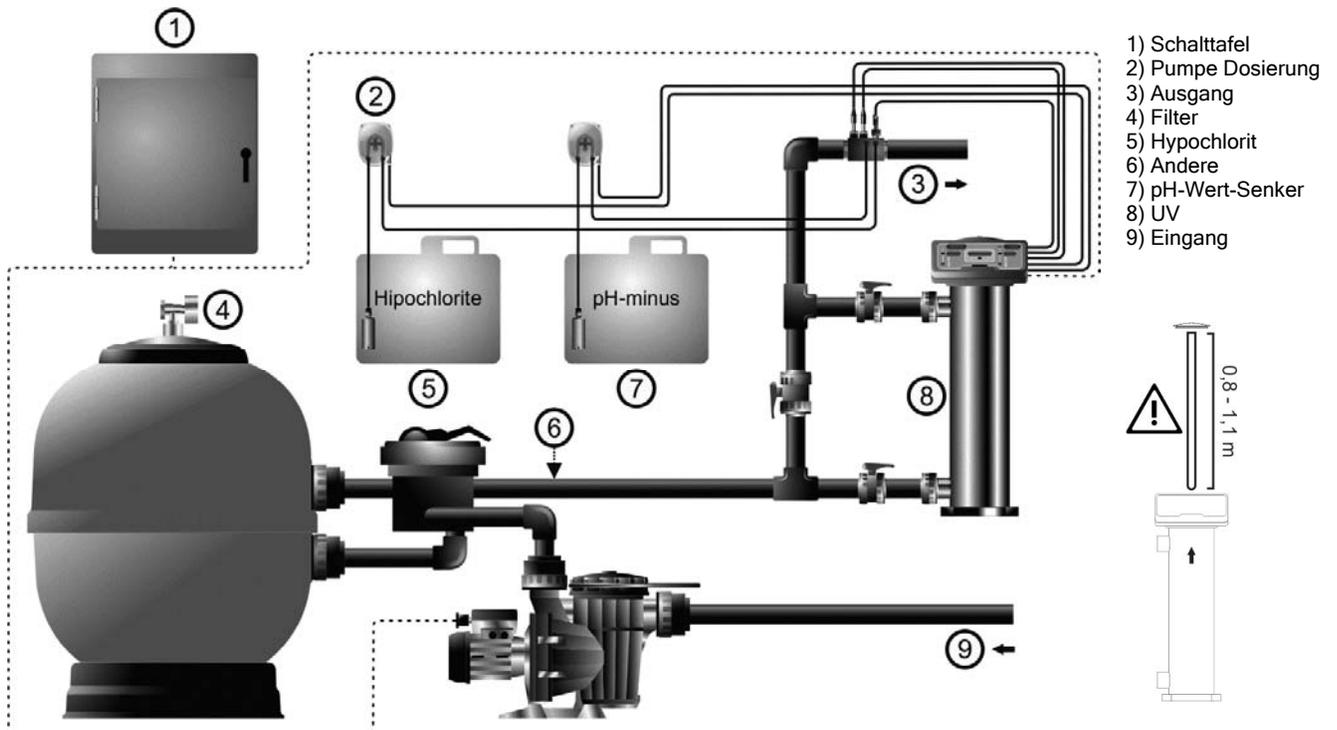
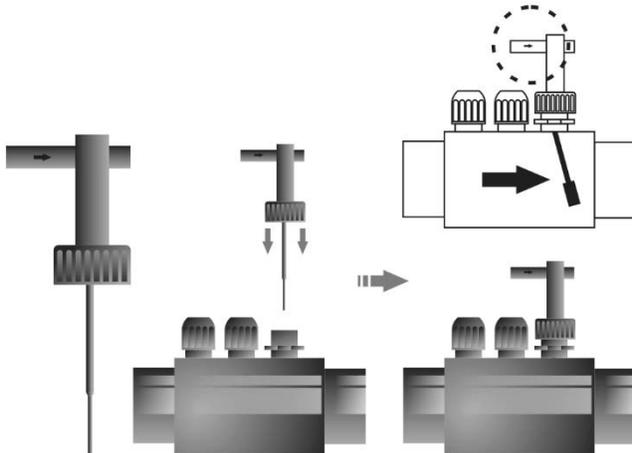
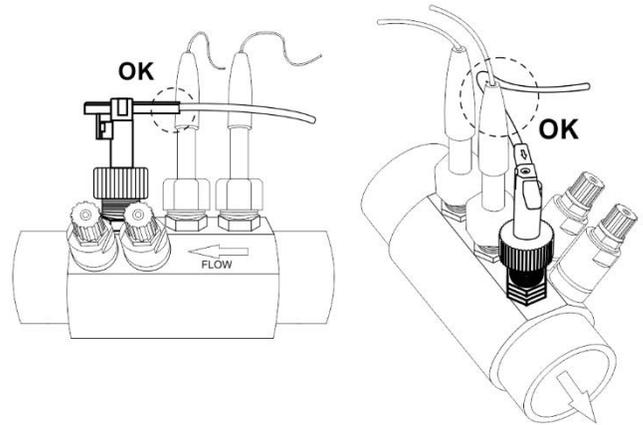

Abb. 1
Abb. 2b
Abb. 3b
Das UV LP/LP+ System ist immer SENKRECHT auf dem Boden zu installieren, wie im empfohlenen Montagediagramm dargestellt (Abb. 1). Um einen guten Erhaltungszustand zu garantieren, sollte das Gerät immer an einem trockenen und gut belüfteten Ort im Maschinenraum installiert werden. Die Dichtigkeit des UV LP/LP+ Systems ist nicht für eine Installation im Freien geeignet ist.
1. Bringen Sie den mitgelieferten Sondenhalter (pvc d63) in einem Abschnitt des Rohrs an, der sich hinter dem UV-Bypass befindet (Abb. 1). Der Sondenhalter muss immer in einer waagerechten Position zum Boden installiert werden (siehe Abb. 2b), so dass die Eingangsgewinde (1/2"G - 3/8"G) immer für die spätere Installation des Einspritzsystems zugänglich bleiben: pH-Wert-Senker + Hypochlorit (siehe Abb. 3b).
2. Bauen Sie den mitgelieferten Durchflusssensor (Strömungsmesser) immer senkrecht in den Sondenhalter ein (Abb. 2b).
3. Am Kopfteil des Strömungsmessers befindet sich ein Markierungspfeil. Vergewissern Sie sich, dass der Pfeil in die Flussrichtung des Wassers zeigt (Abb. 2b y 3b).